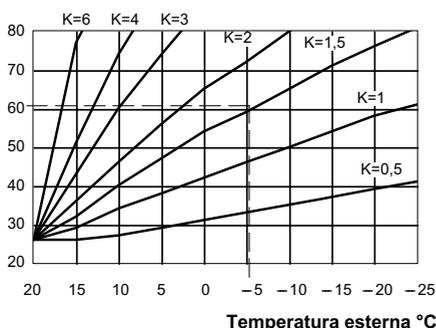
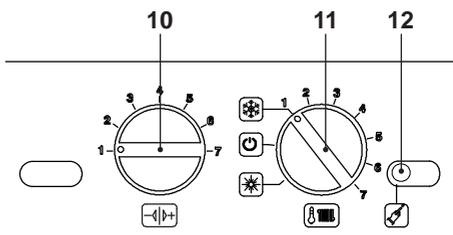

Figura 5.52
Figura 5.53
Es. Per avere una temperatura di mandata all'impianto di riscaldamento di 60°C con una esterna di -5°C si deve settare un K di 1,5 (linea tratteggiata in Figura 5.52).
- Posizionare le manopole 10 e 11 indicato in Figura 5.53.
- Per settare il coefficiente K, determinato dalla Figura 5.52 bisogna entrare in programmazione premendo per 15 secondi il pulsante di ripristino 12, in Figura 5.53 fino alla comparsa del parametro **P01** sul display LCD; sul display LCD compare la seguente visualizzazione (la sequenza **P01** si alterna a -- -- --).
- Premere il pulsante di ripristino 12, in Figura 5.53, per lo scorrimento dei vari parametri sino al raggiungimento del parametro **P15** valido per il settaggio del coefficiente K; sul display LCD compare a seguente visualizzazione (la sequenza **P15** si alterna a **00**).
ad un massimo di **255** in base alla curva scelta del coefficiente K in Figura 5.52.